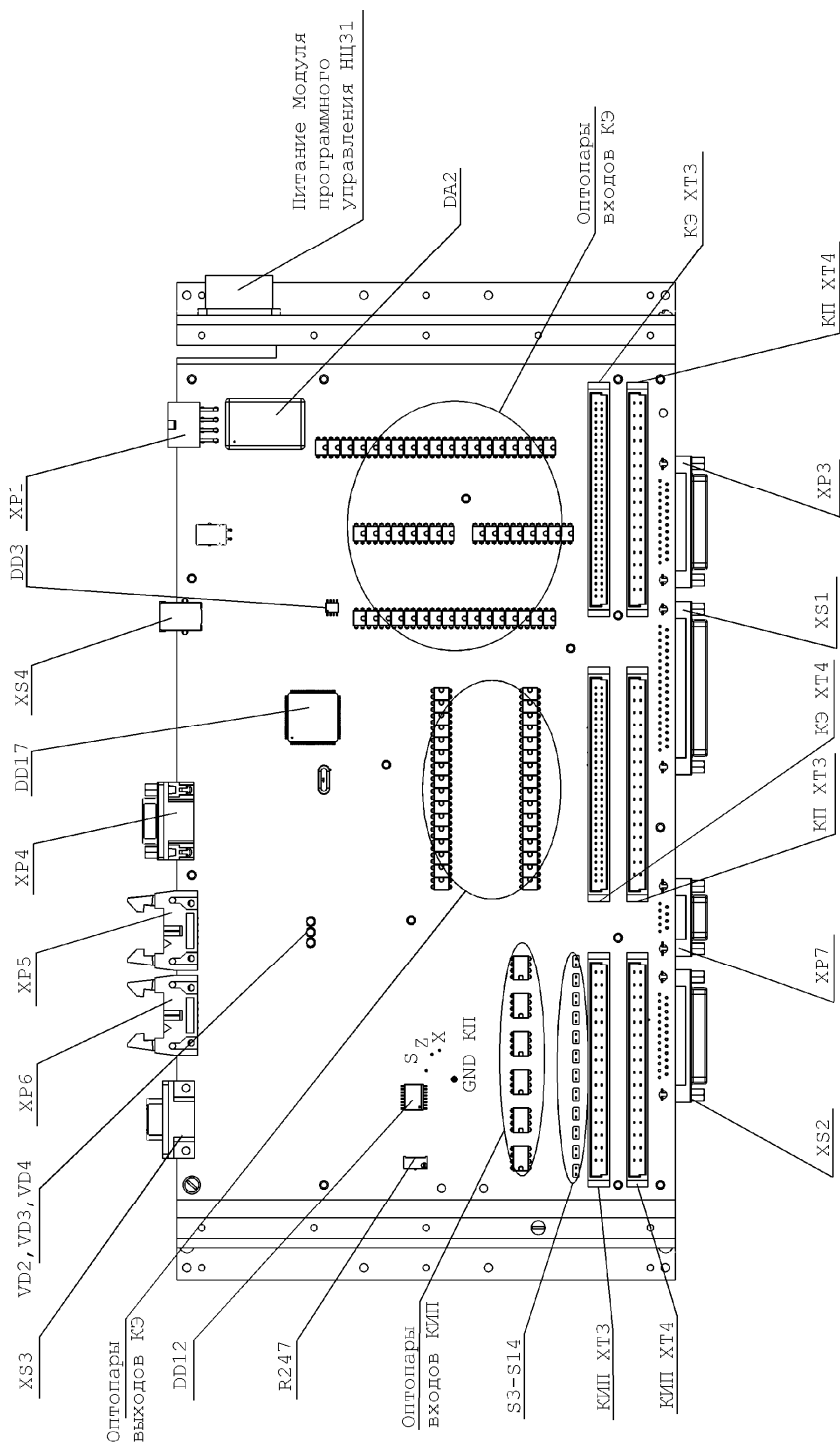

Рисунок 2.4 – Модуль. Вид платы электроники в корпусе со снятой крышкой (панель оператора не показана)
5. Если планируется использование штатных разъемов кабелей УЧПУ НЦ-31, подключите их согласно маркировке на плате (рисунок 2.4). Если планируется использование разъемов типа DB, то произведите их распайку согласно приложению А, Б. Подключите кабели согласно рисунку 2.4.